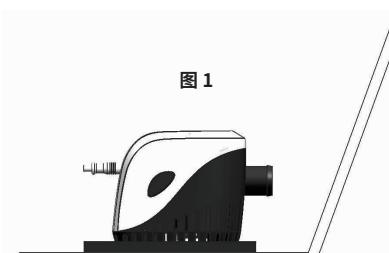

图1
2.如果有挡板要安装在挡板上，把泵平稳地安装在舱底的最低处，成水平位置。确保出口位置是水平的，如果太高或太低，泵会吸入空气会引起堵塞(如图1)
3.泵的浮球端要和泵的出水口位置水平或者更高。(如图1)避免因浮球位置过低而造成水泵干运转。